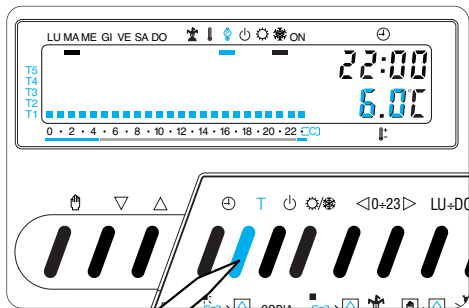

Fig. 64
17.1 - Premere il pulsante T (fig. 64).